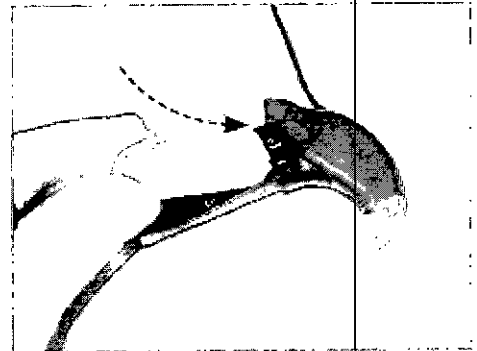

Fig. 10 Empuje la PowerPack dentro del portabaterías
3. Luego empuje la PowerPack dentro del portabaterías. No use fuerza excesiva. Si está colocado correctamente se deslizará fácilmente en su lugar (vea la Fig. 10).